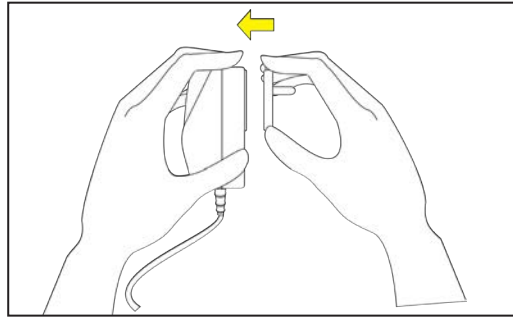

Figura 14. Encaixe do adaptador de tomada.
PASSO 3. Encaixe o adaptador de tomada adequado no adaptador CA. Ver Figura 14 na página 16.